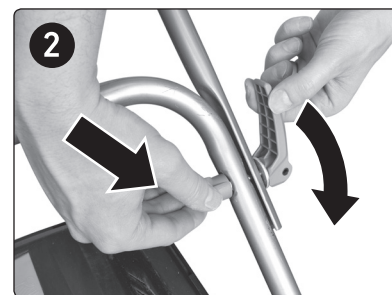

Abb. 3
- Befestigen Sie den oberen Teil an den untere Teil nach den Schritten 1 und 2 gemäß Abbildung 3.
- Stellen Sie den Hebel so ein, dass er sich entlang der Stange befindet und schrauben Sie auf die andere Schraubenseite die Mutter auf (siehe Schritt 1, Abb. 3). Setzen Sie danach auf die Mutter den Kunststoffteil zum Arretieren der Mutter auf und ziehen Sie durch Drehen des Hebels in eingeklappter Position die Verbindung fest an (siehe Schritt 2, Abb. 3). Nehmen Sie danach den Kunststoffteil von der Mutter herunter.